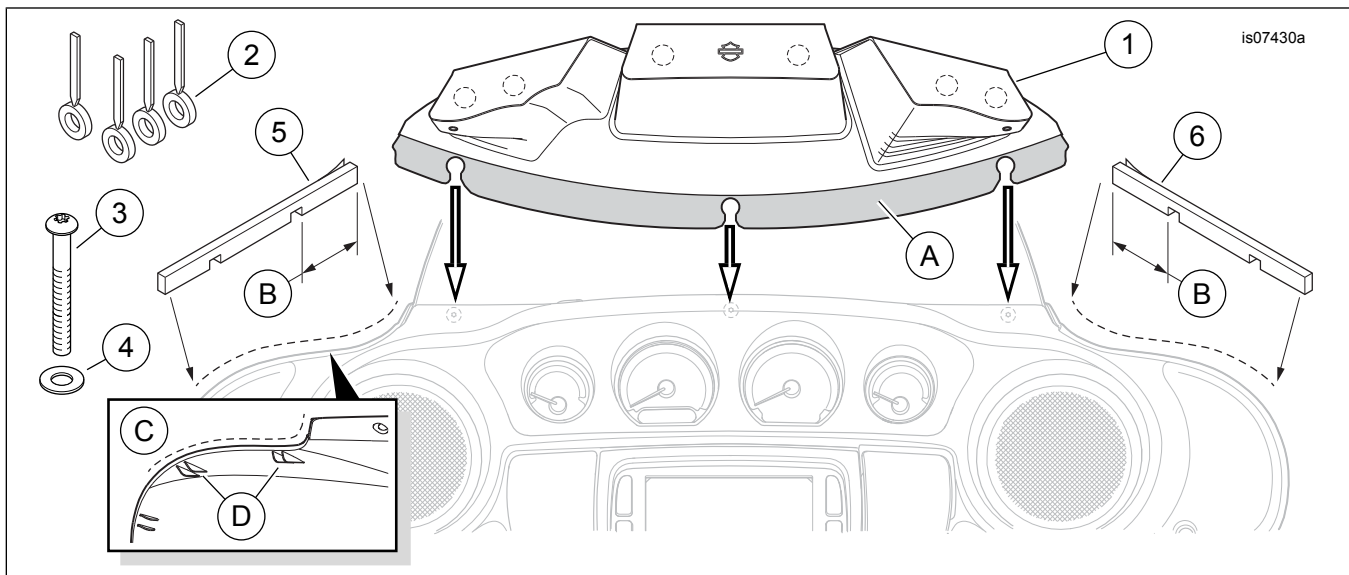

Figura 3. Parti di ricambio, borsa multitasca per carenatura
Vedere Figura 3 e Tabella 1.
- a. Rimuovere le quattro viti (2) che fissano la carenatura esterna a quella interna. Rimuovere il parabrezza. Rimuovere la carenatura esterna.
- b. Vedere Figura 3. Pulire i bordi interni di ciascuna estremità della carenatura **esterna** nell'area delle linee tratteggiate con una miscela al 50% di alcol isopropilico e al 50% di acqua distillata. Fare asciugare completamente.
- c. Verificare l'inserimento delle guarnizioni nella carenatura prima dell'installazione. Non rimuovere il nastro di protezione fino all'installazione delle guarnizioni. Le guarnizioni di tenuta in materiale espanso (5 e 6) sono specifiche per lato. Le tacche **non sono** centrate sulle guarnizioni. Un segmento dell'estremità è lungo 64 mm (2.5 in) (leggermente più lungo dell'estremità opposta). Una volta installate sulla carenatura esterna, le tacche devono essere rivolte verso il basso, posizionate sopra gli elementi di allineamento (D) più vicini alla parte centrale della carenatura (vedere l'insero C). Installare i segmenti più lunghi dell'estremità in direzione della parte centrale della carenatura.
3. Prendere la **nuova**, vite più lunga (3) e la **nuova** rondella (4) dal kit. Installare la rondella nella filettatura della vite. Installare la vite nel foro di montaggio centrale della parte superiore. Inserire senza serrare la vite nell'insero con filettatura di montaggio del parabrezza nella carenatura interna.
5. Vedere Figura 3. Fare scorrere la parte inferiore (A, indicata con ombreggiatura) della borsa per carenatura (1) fra la carenatura interna ed esterna. Posizionare la tacca centrale e una laterale sulle viti. Fare scorrere il parabrezza verso il basso, fra la carenatura **esterna** e la borsa per carenatura.